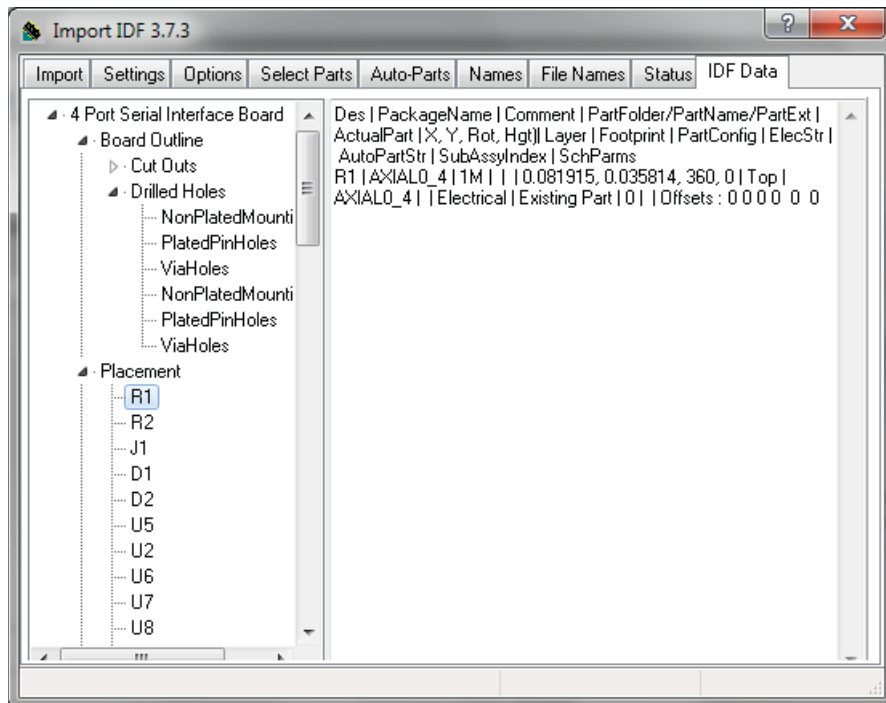

Рис. 2.11.14. Закладка IDF Data (Данные IDF) окна импорта сборки в формате IDF
- На закладке **IDF Data** (Данные IDF, рис. 2.11.14) можно просмотреть содержимое файлов платы и библиотеки в виде дерева.